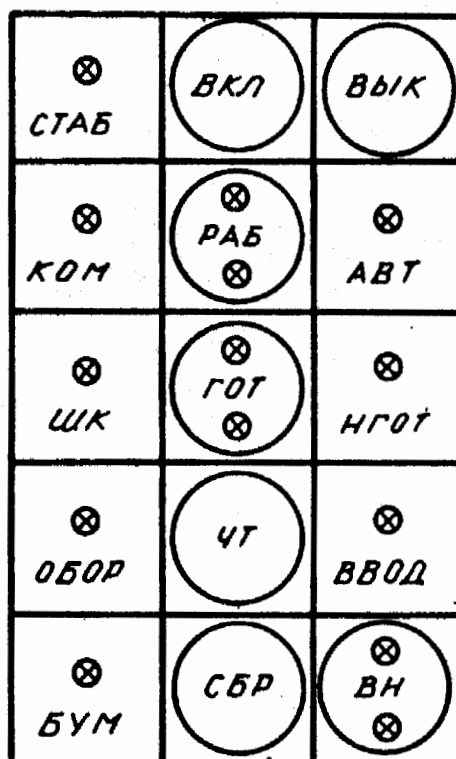

Рис. 3. Пульт управления
5.1.6.1. Внешний вид пульта управления приведен на рис. 3